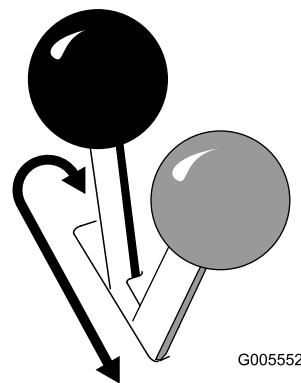

図 13
- 駐車ブレーキを掛けるには、レバーを左前方に押ししてから手前に引く 図 13。
- ブレーキを解除するには、レバーを前方に押しから右に動かしてノッチに入れる 図 13。